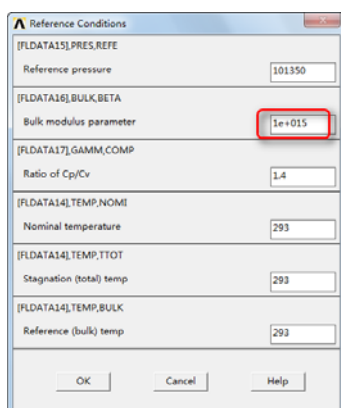

图 9-125 “Reference Conditions”对话框
⑧依次选择 Main Menu → Solution → FLOTRAN Set Up → Flow Environment → RefConditions, 会弹出“Reference Conditions”对话框,如图 9-125 所示,在“Bulk modulus parameter”输入框中输入 $1e15$,其余采用默认设置,单击“OK”按钮关闭该对话框。